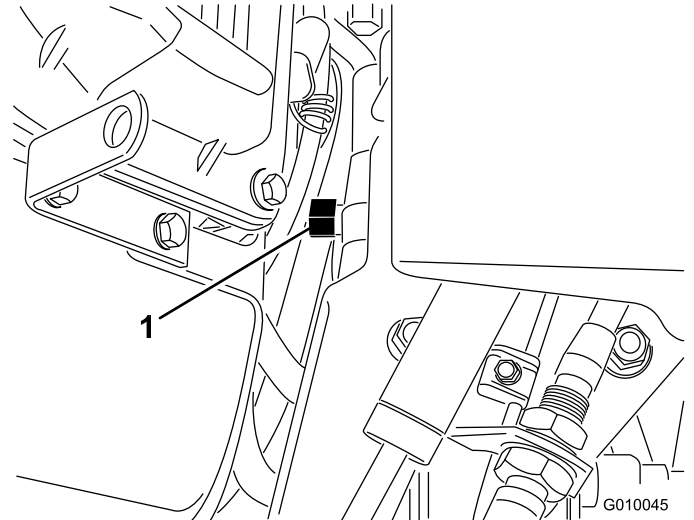

Figure 30
2. À l'aide d'une clé de 5/8 pouce, tournez la vanne de dérivation d'un tour dans le sens antihoraire. Cela permet au liquide hydraulique de contourner la pompe et aux roues de tourner (Figure 30).
4. Pour remettre l'aérateur en service, tournez la vanne de dérivation d'un tour dans le sens horaire (Figure 30).